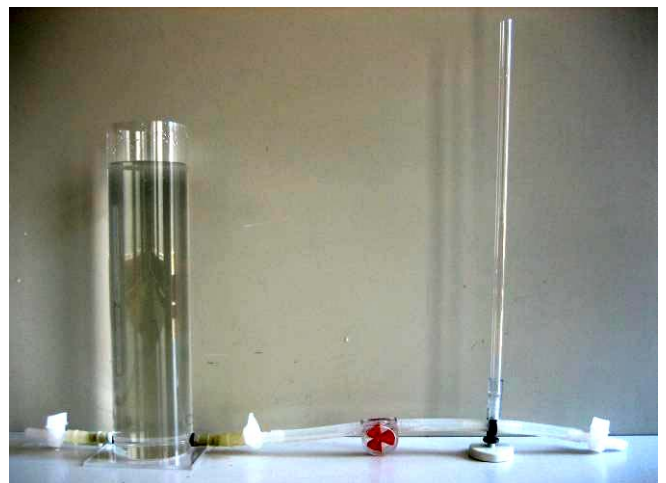

Abb. 8: Das Wasserrädchen zeigt an, ob Wasser strömt.
**Versuchsaufbau:** Abbildung 8